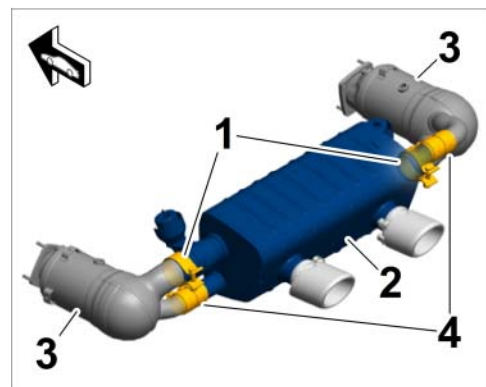

Bild 38
- 7.11 Klemmhülsen $\Rightarrow$ Bild 38 -4- und Spannschellen $\Rightarrow$ Bild 38 -1- festziehen.